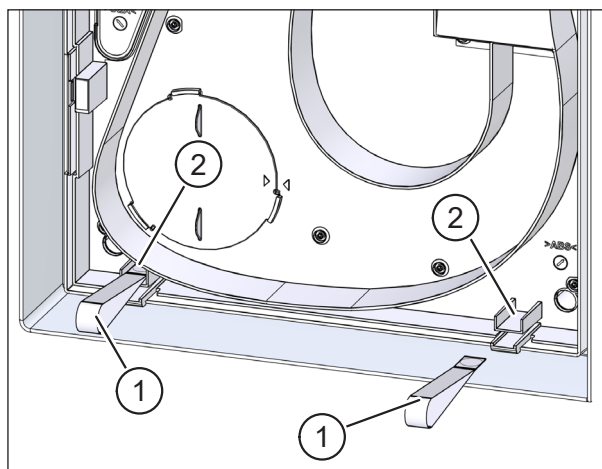

Fig. 43: Fixarea curelelor capacului unității
- ▶ Luați cele două curele detașabile ale capacului sistemului (elementul 1 în Fig. 43) din kitul adaptorului U².
- ▶ Lipiți curelele de vârfurile capacului aparatului (elementul 2 în Fig. 43).
În cazul montării integrate total în perete U², asigurați-vă că curelele capacului aparatului (elementul 1 în Fig. 43 la pagina 39) atârnă în jos, sub capacul aparatului.